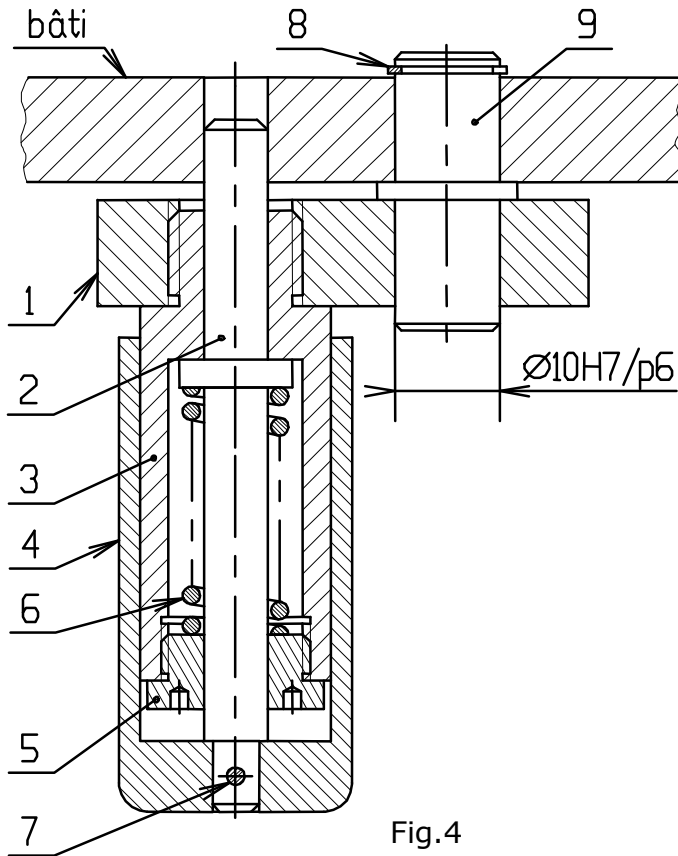

Fig.4
- Vis de pression (fig. 4) : l'effort de serrage nécessaire au maintien en position est exercé par l'extrémité de la vis.